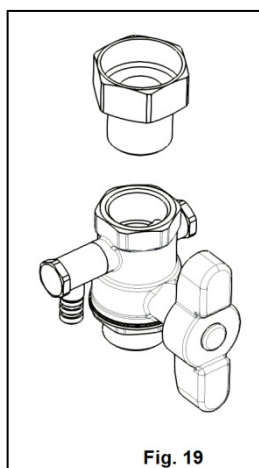

Fig. 19
13. Se atașează partea cu filet exterior a racordurilor olandeze L2, la robinetii cu aerisitor Q, etanșarea asigurându-se cu șnur de cânepă (Fig. 19).